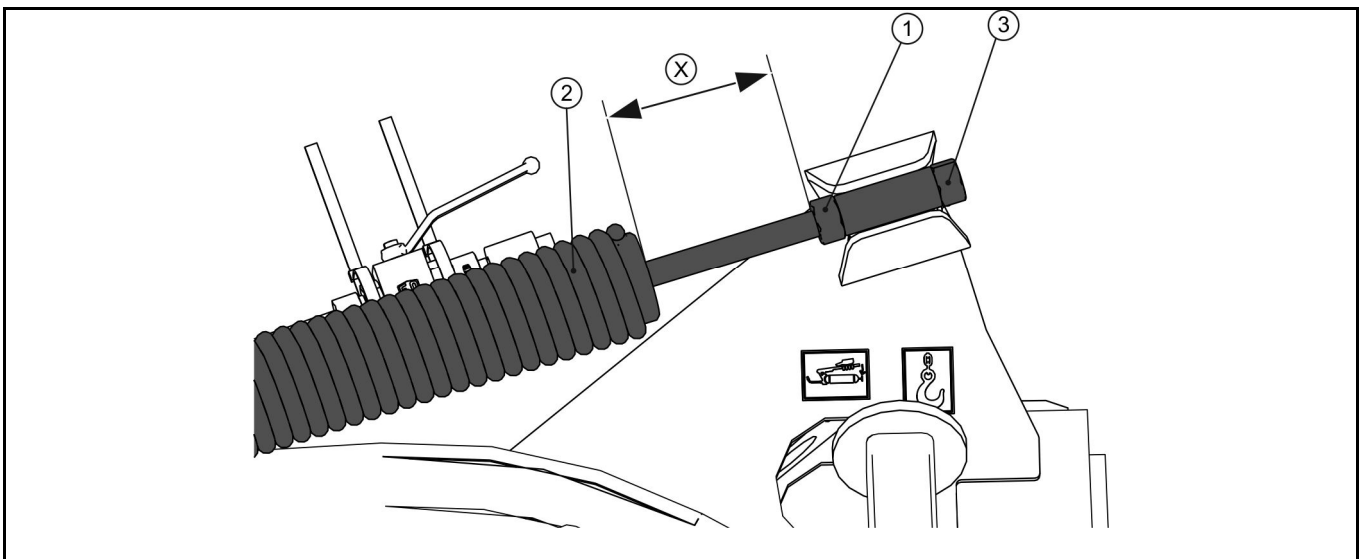

РИСУНОК 4.7 Регулировка силы нажима режущего бруса
(1) контргайка, (2) разгрузочная пружина, (3) регулировочный болт
Чтобы в ходе кошения защитить стерню, частично уменьшить износ скользящих поверхностей и наилучшим образом обеспечить копирование почвы, необходимо соответствующим образом отрегулировать силу нажима режущего бруса (РИСУНОК 4.7). Для этого предназначены разгрузочные пружины (2). Нажим должен соответствовать условиям местности, способу передвижения, рельефу почвы и типу скашиваемых зеленых кормов.